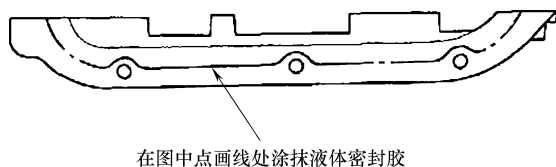

图 23-143 涂抹密封胶
- 17) 按照图 23-143 所示, 在正时链条外壳和机油盘接合面上涂抹密封胶, 并在涂抹后 4min 内安装部件。